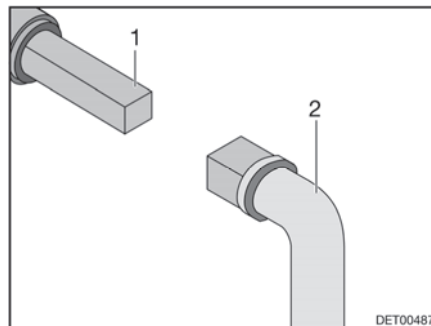

Bild 159 Bedienung Abwasserhahn
- Schlüssel (Bild 159,2) auf Vierkant (Bild 159,1) stecken.